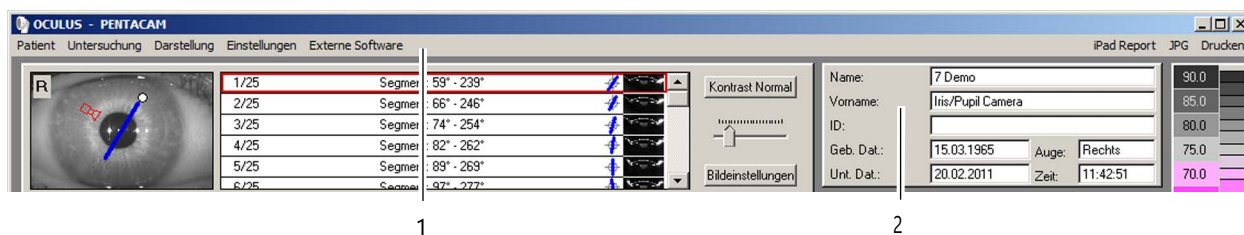

Fig. 8-1: Barra de menú del programa Pentacam® / Pentacam® HR
- ➔ Seleccione en el programa Pentacam® (Fig. 8-1, página 28) la opción de menú [Exploración] (Examination) y haga clic en [Escanear] (Scan).